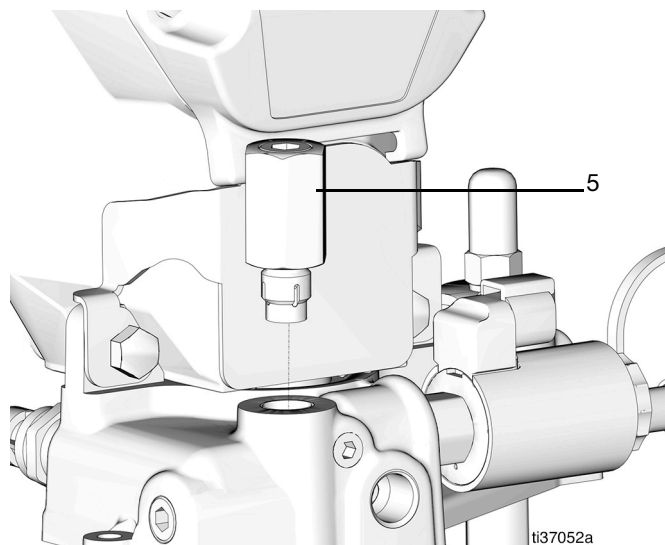

FIG. 31
9. Retire el cartucho de la válvula de alivio de presión (5) (FIG. 31).